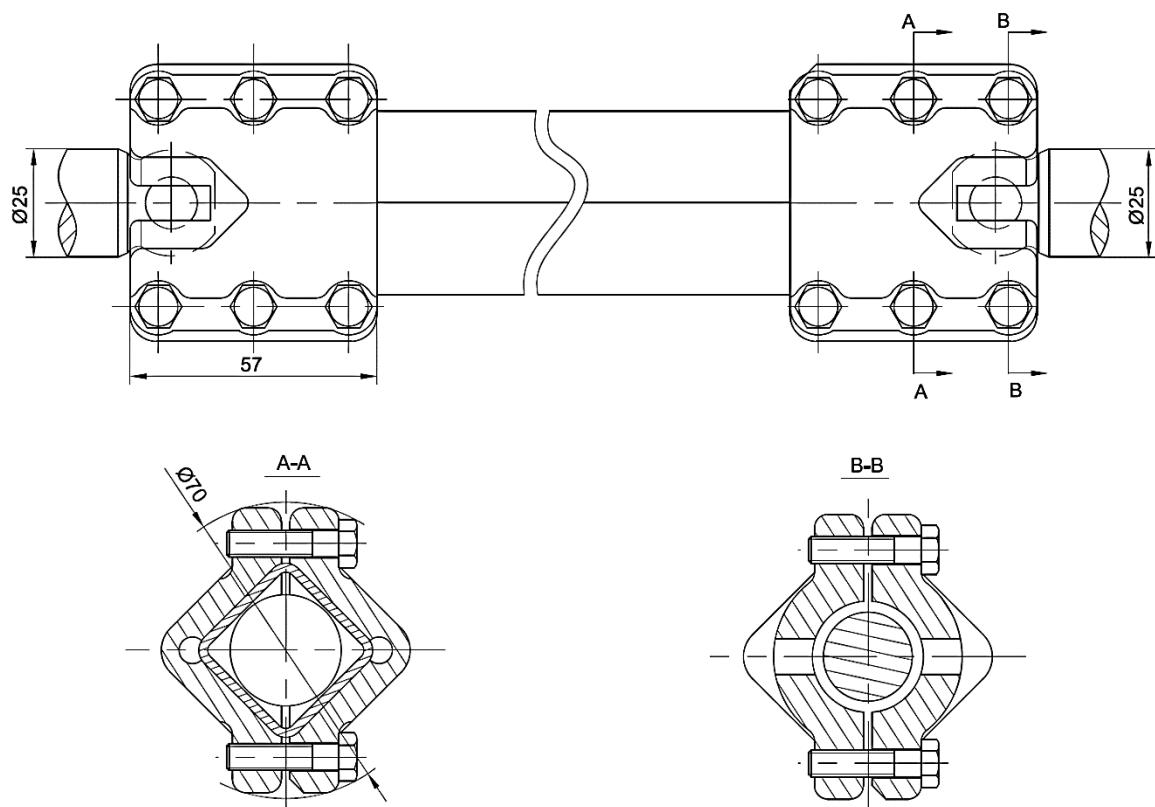

Рисунок 47 Установка приводных валов
- 1) Установите горизонтальный и вертикальный приводные валы в соответствии с инструкцией по эксплуатации на моторный привод Huaming (Рисунок 47).